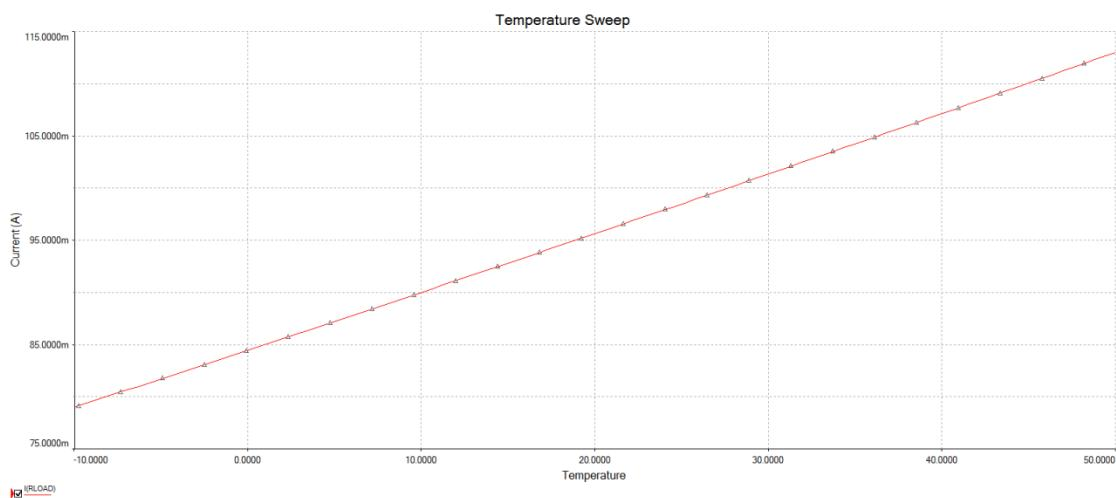

图 5-9c 电流镜型 100mA 恒流源温度稳定性很差
- 2) 温度稳定性极差。当接入负载后，最差情况下，全部 100mW 会消耗在晶体管 Q2 上，这会产生 60°C 左右的温升（假设晶体管热阻为 $600^\circ\text{C}/\text{W}$ ）。而仿真温度效果如图 5-9c，可以看出 60°C 的变化，会产生大约 34mA 的变化。